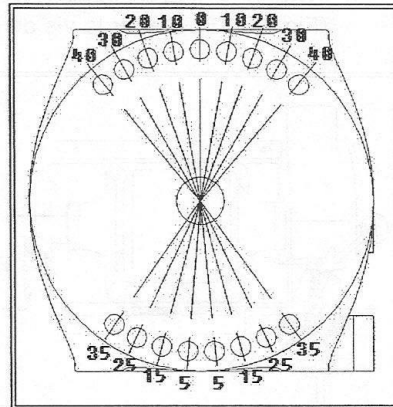

FIGURE 33
- utiliser l'orifice supérieur pour un positionnement de 10° et l'orifice inférieur pour un positionnement de 5° (Fig. 33),